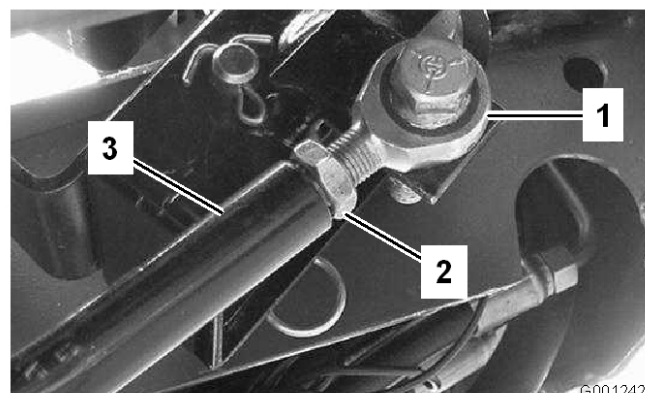

Bild 66
3. Wenn eine weitere Einstellung erforderlich ist, stellen Sie die Fahrantriebsstange (Bild 66) wie folgt ein: